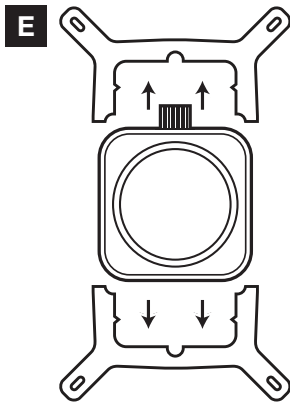

Figure 1
- > Retirez le support de fixation intégré Intel (figure 1).